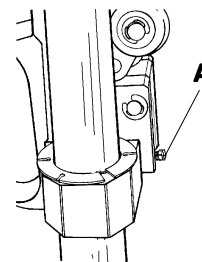
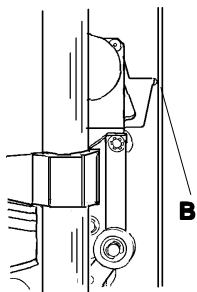

Figure 24
FIGURE 25
2. The **ROCKER ARM ADJUSTING SCREW (A)** in **Figure 24** determines the "at rest" position of the **ROCKER ARM**; that is, the position of the cutting tools when the **SHORT THUMB LEVER** is not depressed. Set this screw so the glass cutting wheel is about .020" (1/2mm) from the vertical extrusion of the machine. You may judge this by looking from the right side, **Figure 25 (B)**. The wheel should not enter the groove, but should be close enough to contact the thinnest glass to be cut. This position of the **ROCKER ARM** will also insure the mat/mount board blade will enter the groove, but not touch the aluminum at the bottom of the groove.
2. Mit der **Kippebeleinstellschraube (A)** in **Abbildung 24** wird die Ruheposition des **Kipphebels** festgelegt. Die Ruheposition ist Position des Schneidewerkzeugs wenn der kurze Hebel nicht niedergedrückt ist. Die Schraube sollte so eingestellt werden, daß das Glasschneiderädchen ca. 0,5 mm von dem vertikalen Preßprofil der Maschine entfernt ist. Diese Einstellung können Sie vornehmen, wenn Sie von der rechten Seite her hineinschauen, **Abbildung 25 (B)**. Das Rädchen sollte nicht in die Einkerbung hineinreichen, aber so knapp wie möglich darüber sein, um auch die dünnste Glasscheibe schneiden zu können. Diese Position des **Kipphebels** wird auch sicherstellen, daß die Passepartout/Karton Klinge in die Kerbe hineinstehen wird, aber nicht das Aluminium auf der Bodenfläche der Kerbe berühren wird.
2. La **VIS DE RÉGLAGE DU BALANCIER À COULISSE (A)** dans la figure 24 détermine la position "au repos" du **BALANCIER À COULISSE**, c'est-à-dire la position des outils de coupe lorsque l'on n'appuie pas sur le **LEVIER DE TAQUET COURT**. Réglez la vis de manière à ce que la molette de coupe de verre soit à environ 1/2 mm (0,020 po.) de l'extrusion verticale de la machine. Vous pouvez juger de la distance en regardant du côté droit, **Figure 25 (B)**. La molette ne devrait pas entrer dans le rail mais devrait être suffisamment près pour entrer en contact avec le verre le plus fin devant être coupé. Cette position du **BALANCIER À COULISSE** devrait également assurer que la lame pour couper les panneaux de montage ou les encadrements entrera dans le rail mais ne touchera pas l'aluminium au fond du rail.